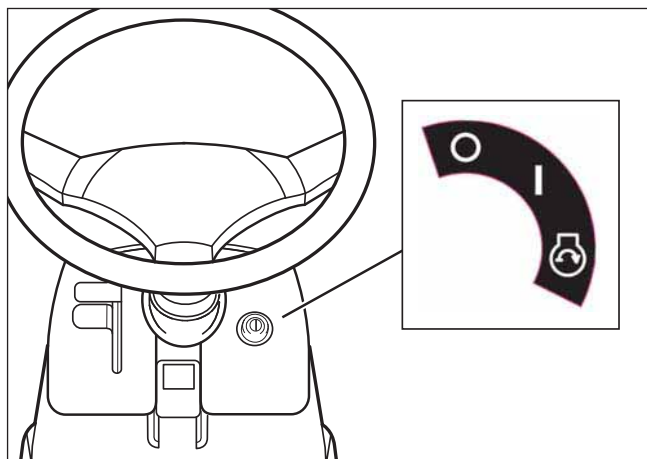

Figure 18
6. Tourner la clé de contact en position DÉTACHÉ pour arrêter le moteur (voir la **Figure 18**).
1. Tourner la clé de contact en position ON pour faire démarrer le moteur (voir la **Figure 18**).
5. Mettre la clé de contact en position DÉMARRAGE (voir la **Figure 18**).